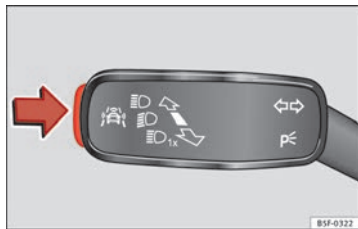

Fig. 44 En la palanca de intermitentes y de luz de carretera: tecla para los sistemas de asistencia al conductor.
- Pulse brevemente la tecla ⇒ fig. 44 en la dirección de la flecha para abrir el menú **Asistentes**.